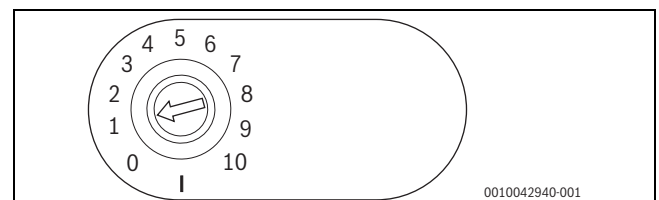

Bild 63 Kodierschalter auf Position 1 = systemintegrierter Betrieb in Kombination mit Wärmeerzeuger
- [1] Kodierschalter (→ Bild 63 und 64, Einstellung siehe → Kapitel 7.2.1, Seite 38)